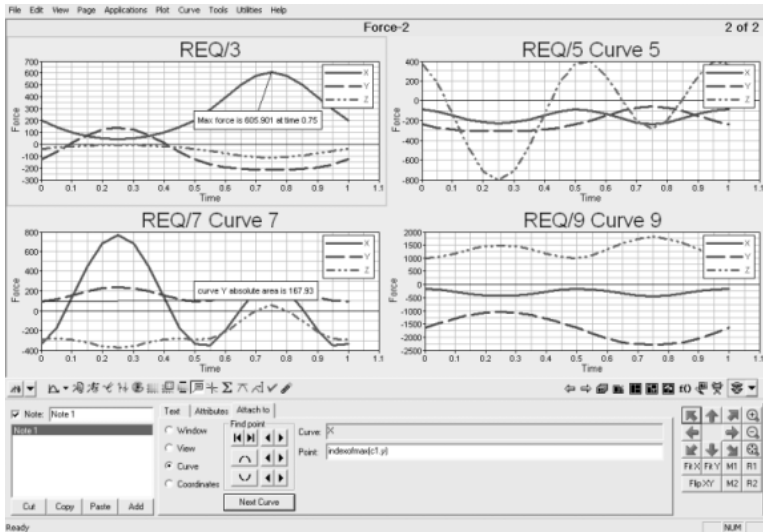

图 13-89 创建注释
(7) 在 Find point 处单击 Maximum (📈) 按钮将注释关联到曲线 y 方向最大值。
(8) 在 Notes 列表中取消选择 Note 前的复选框, 将关闭相关注释的显示, 结果如图 13-89 所示。